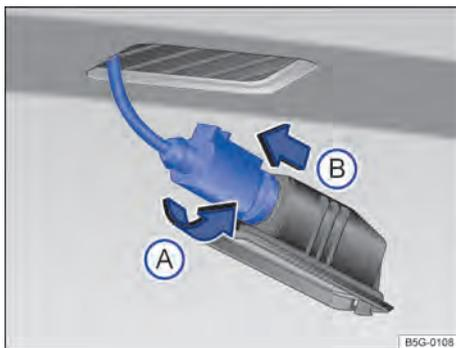

Fig. 191 Lanterna da placa de licença: desinstalar o suporte da lâmpada.
- ③ Girar o soquete da lâmpada no **sentido anti-horário** → Fig. 191 (A) e retirar o suporte junto com a lâmpada (B).